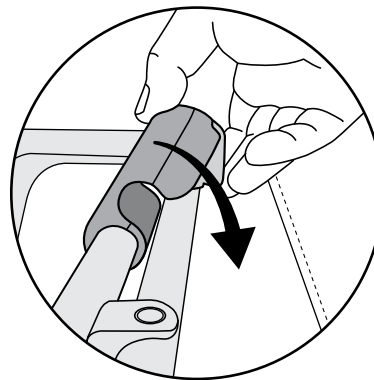

Figure 6
5. Fixez le cadre de la remorque en faisant pivoter le loquet du cadre vers le bas jusqu'à ce qu'il s'enclenche (Figure 6). Tirez légèrement le cadre vers le haut afin de vous assurer que le loquet du cadre est correctement engagé.